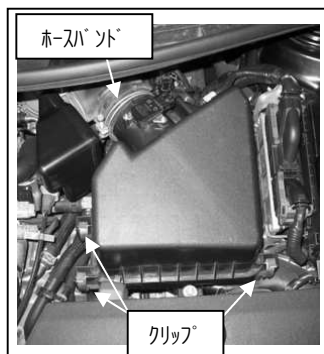

図 2
- ②クリップを外し、サクションホースのバンドを緩め純正クリーナー-BOX（上側）を取り外します。図 2 参照